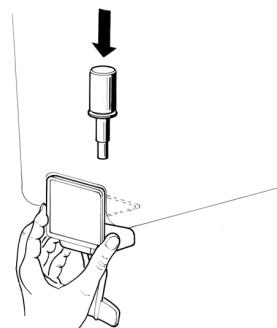

figura 7
- 3 **Rubinetto a gravità:** montare la leva di comando rubinetto e quindi infilare il pistone dotato della propria guarnizione (vedere figura 7).